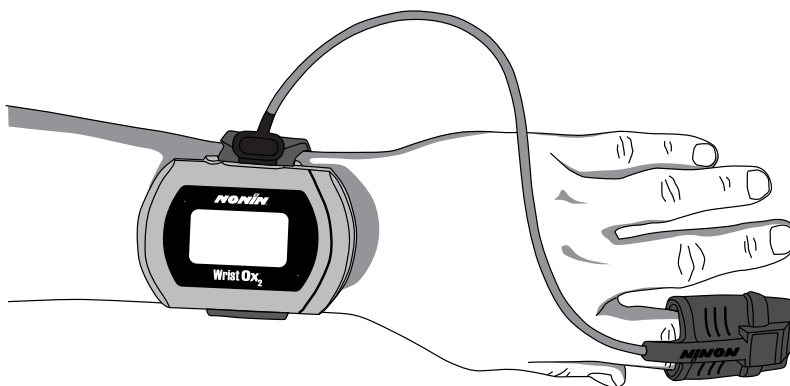

Figure 15 : Application du capteur au patient
6. Appliquez le capteur sur le patient (figure 15). Pour les sites d'application appropriés du capteur, les mises en garde et les avertissements concernant le capteur, reportez-vous au mode d'emploi de ce dernier.